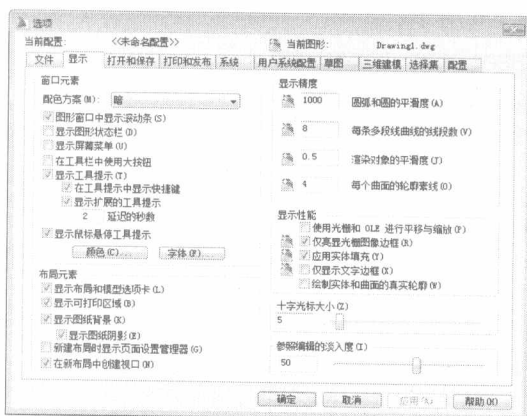
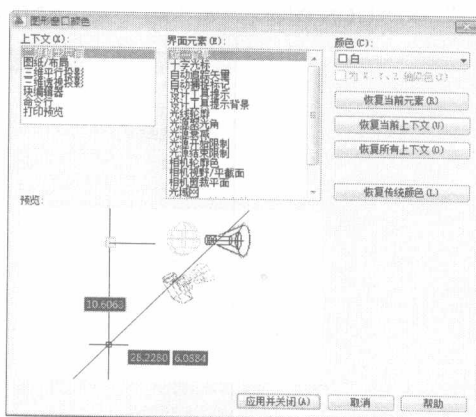

图 1-2 “选项”对话框中的“显示”选项卡
图 1-3 “图形窗口颜色”对话框
在绘图窗口中选择“工具”→“选项”菜单命令，屏幕中将弹出“选项”对话框。单击“显示”选项卡，在“十字光标大小”区域中的编辑框中直接输入数值，或者拖动编辑框后的滑块，即可对十字光标的大小进行调整，如图 1-2 所示。
**Step 01** 选择“工具”→“选项”菜单命令，打开“选项”对话框，单击“显示”选项卡，如图 1-2 所示，再单击“窗口元素”区域中的“颜色”按钮，将打开如图 1-3 所示的“图形窗口颜色”对话框。